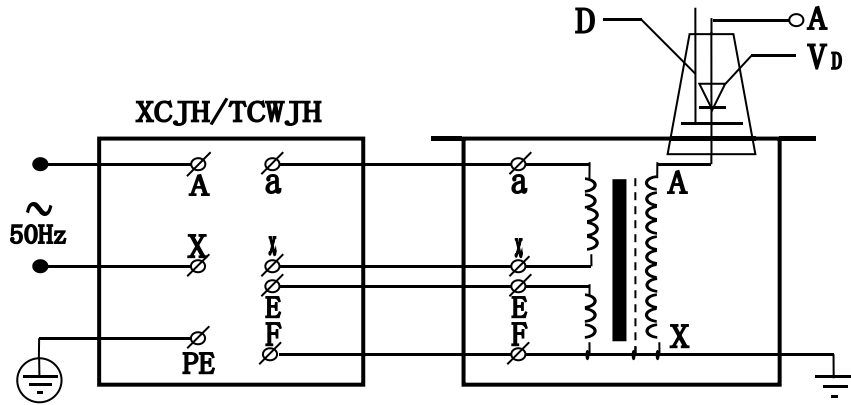

图 4：单台 YD(G) 交直流工频试验变压器原理图
2、单台 YD(G) 工频试验变压器的工作原理图见图 4，图中高压套管中装有高压硅堆，串接在高压回路中作半波整流，以获得直流高电压。当用一短路杆将高压硅堆短接时，可获得工频高电压，作为交流输出状态；取消短路杆时，作为直流输出状态。